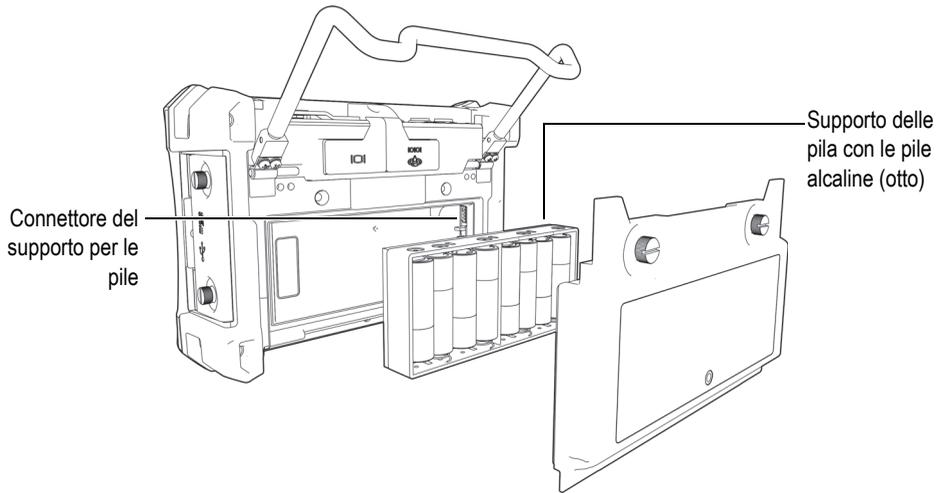

Figura 1-12 Il supporto per le pile alcaline
6. Posizionare il supporto per pile alcaline nel vano batteria (vedere Figura 1-12 a pagina 39).